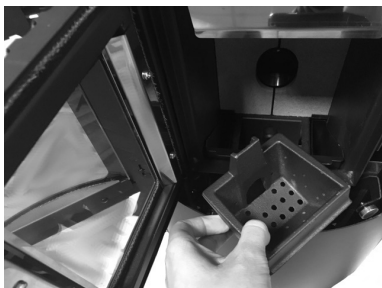

Fig. 19 - Extracción del brasero
- Sacar el brasero (véase **Fig. 19**) de su alojamiento y vaciarlo de la ceniza.